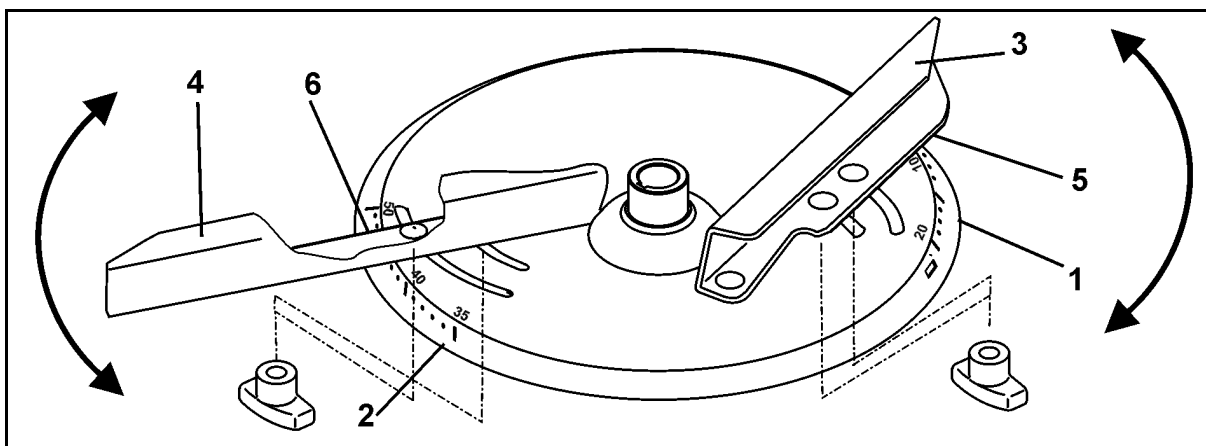

Fig. 72
Pour un réglage précis et sans outil de la position des aubes d'épandage, chaque disque d'épandage dispose de deux échelles graduées et bien distinctes (Fig. 72/1 et Fig. 72/2).
- L'échelle graduée (Fig. 72/1) dont les valeurs vont de 5 à 28 correspond à l'aube d'épandage la plus courte (Fig. 72/3) et l'échelle graduée (Fig. 72/2) dont les valeurs vont de 35 à 55 correspond à l'aube d'épandage la plus longue (Fig. 72/4).
- o Relevez la valeur de réglage au niveau de l'arête de lecture (Fig. 72/5) pour l'aube d'épandage la plus courte (Fig. 72/3).
- o Relevez la valeur de réglage au niveau de l'arête de lecture (Fig. 72/6) pour l'aube d'épandage la plus longue (Fig. 72/4).
- Le fait de faire pivoter les aubes d'épandage sur une valeur plus élevée de l'échelle graduée (Fig. 72/1 ou Fig. 72/2) entraîne une augmentation de la largeur de travail.